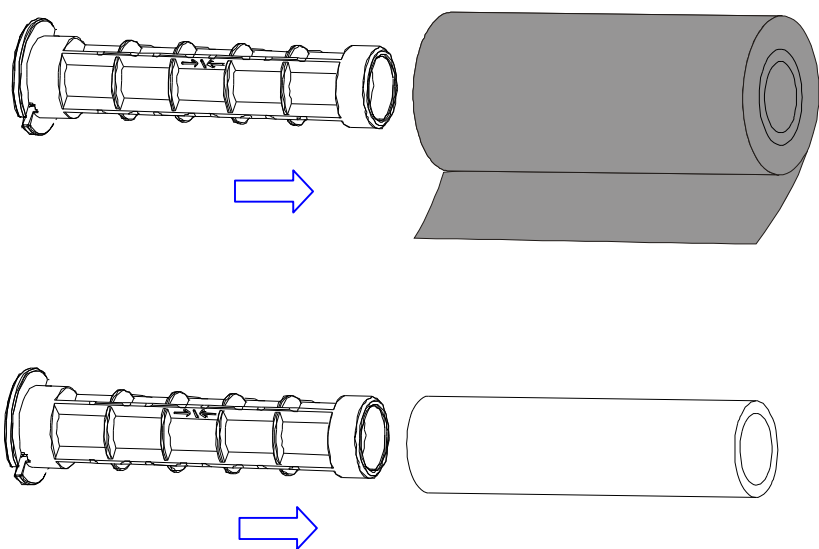

图 5-3
4. 拆开碳带卷和空卷芯(图 5-3);
5. 将一个碳带适配管如图示方向插入碳带的纸芯中(图 5-3);
8. 将另一个碳带适配管插入空纸芯中(图 5-3);